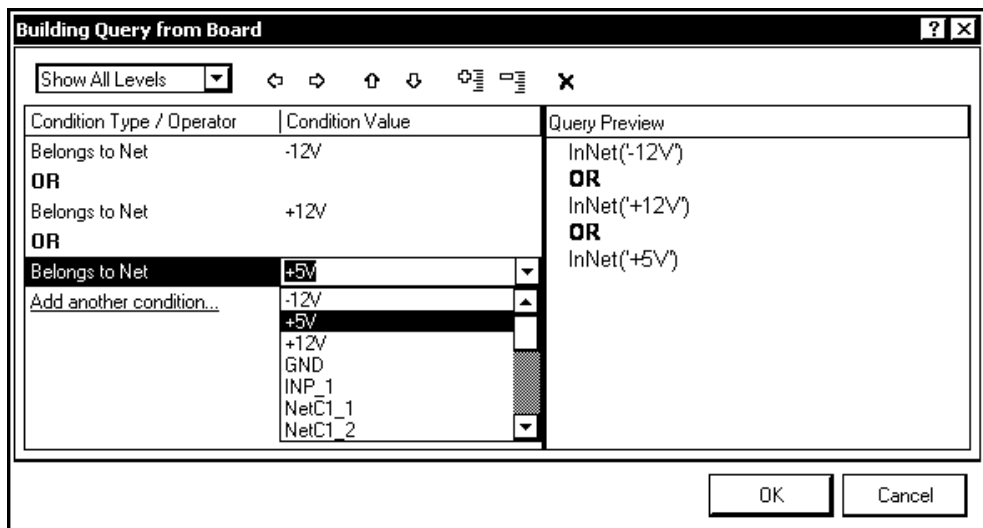

Рис. 5.5. Диалог составления запросов
3. Щелчком мышью активизировать команду-кнопку **Query Builder**. Открывается диалоговое окно формирования запросов на определение принадлежности проводника данной ширины цепям схемы **Building Query from Board** (рис. 5.5).
- Повторяя действия пп. 4...6, составить полный список цепей, для разводки которых предназначается данная ширина проводников. Список этих цепей и правила их объединения в группу отображаются в поле **Query Preview** окна (см. рис. 5.5).
Развернем в окне (см. рис. 5.5) выпадающий список условий, но выберем в нем условие **Belongs to Net Class**, после чего в колонке **Condition Value** развернем выпадающий список классов и укажем в нем класс **Signal**.